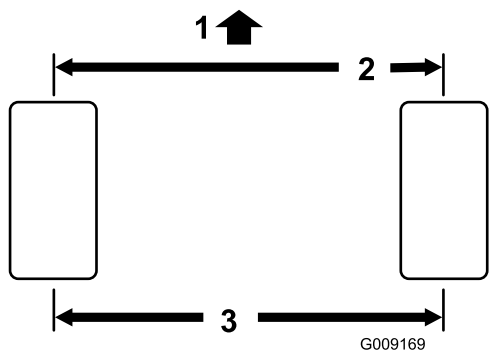

Figura 68
2. Mida la distancia entre centros (a la altura del eje) en la parte delantera y trasera de los neumáticos de dirección (Figura 68).